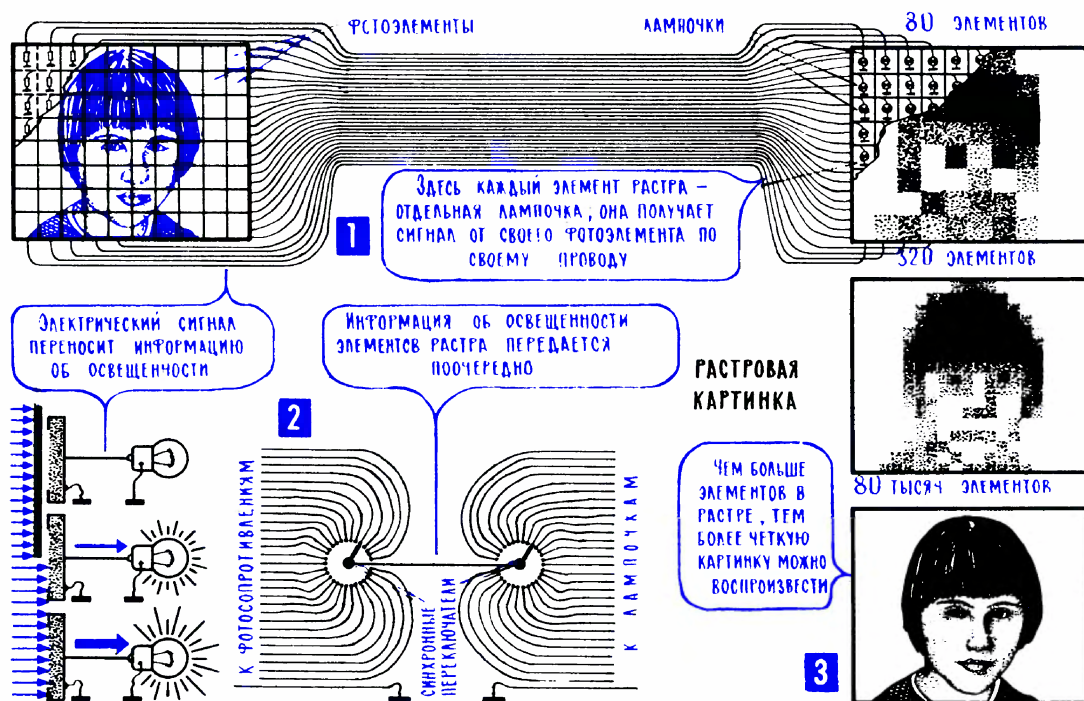
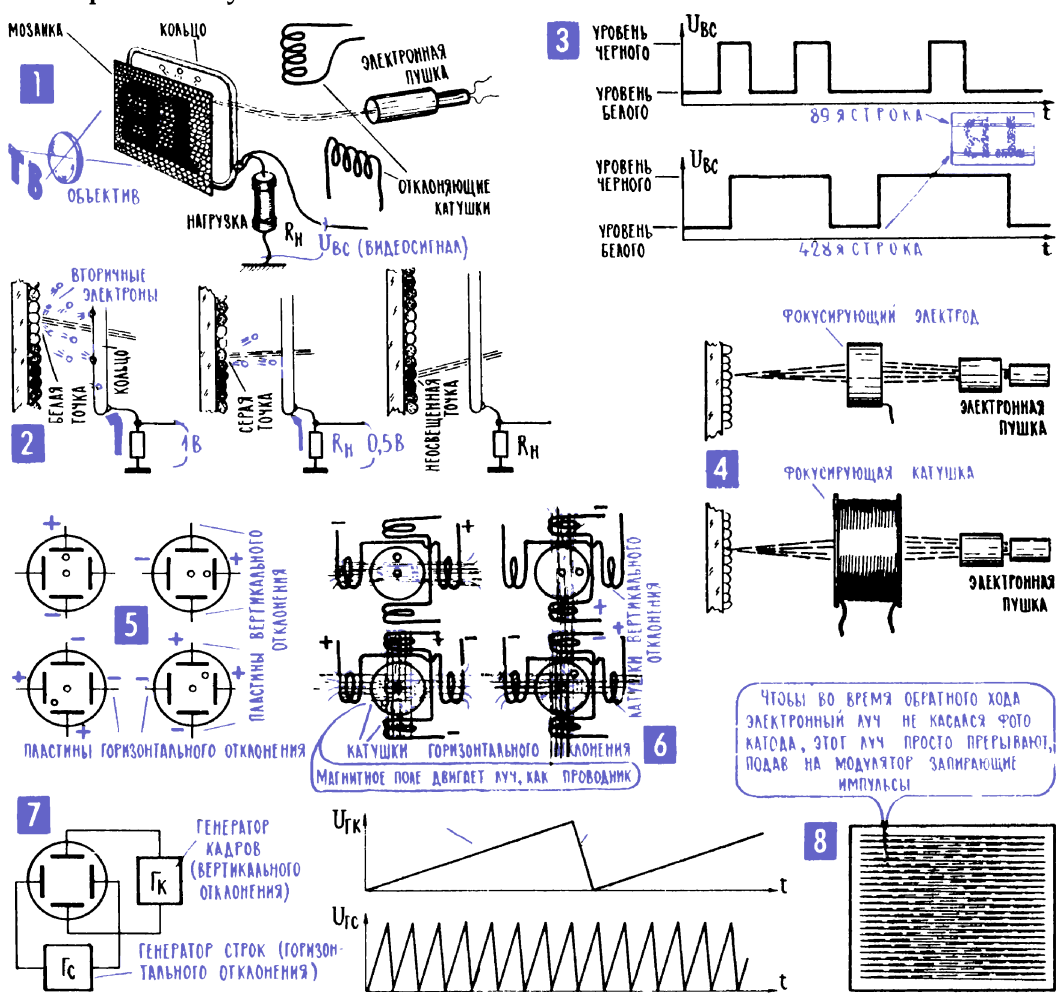

Рис. 13.6. Передача картинки с помощью электрического сигнала
Рис. 13.7. Простейшая передающая телевизионная трубка – иконоскоп
9. Любую картинку можно представить как набор точек с различной яркостью. Любую картинку, которую мы видим, можно представить себе как сложную мозаику из мельчайших светящихся точек, как некоторое количество отдельных источников света различной яркости, определенным образом расположенных в пространстве (рис. 13.6). И передать такую картинку на большое расстояние – это значит в месте приема заставить светиться такое же количество светоизлучателей с таким же точно расположением в пространстве и с такой же яркостью, как это было у самой передаваемой картинки. Забудем пока о цвете и объеме, попробуем в мысленном эксперименте создать систему передачи плоской черно-белой (точнее, одноцветной, монохромной) картинки.
Одно из решений задачи – система из светочувствительного экрана с большим числом фотоэлементов и светоизлучающего экрана с большим числом источников света, например лампочек (рис. 13.6; 1). Фотоэлементы и лампочки в строгом порядке расположены на своих экранах и соединены между собой попарно: каждая точка светочувствительного экрана соединена с точно такой по месту расположения точкой светоизлучающего экрана. Поэтому по каждой линии связи в виде электрического сигнала передается информация о яркости одной из точек картинки. А все комплекты фотоэлемент – линия связи – лампочка воссоздают на светоизлучающем экране точечную копию картинки, изображение, сотканное из отдельных светящихся точек, или, иначе, растровое изображение (в оптике растром называют решетку, разбивающую картинку на элементы).
Растровая копия истинной картинки будет тем точнее, тем четче, чем больше элементов в растре (рис. 13.6; 3). Человеческий глаз может видеть очень мелкие детали картинки, и чтобы ее копию сделать неотличимой от сложного и четкого оригинала, нужно было бы иметь растр из десятков миллионов точек.
10. Развертка изображения: элементы картинки передаются поочередно по одному каналу связи. В современных системах передачи изображения, таких как телевидение или фототелеграф, картинка передается по одной линии связи. Сама идея передачи картинки по одному проводу чрезвычайно проста: информация о яркости элементов изображения передается поочередно – сначала на приемном экране воссоздается яркость одной точки, затем другой, потом третьей и т. д. (рис. 13.6; 2). Для этого на передающей и на приемной сторонах имеются переключатели, коммутаторы, которые подключают к линии связи сначала одну пару фотоэлемент–лампочка, затем другую, потом третью, четвертую, пятую... В итоге в линию идет серия электрических сигналов, и каждый из них несет информацию о яркости одной из точек картинки. Чтобы такая система работала четко, необходимо выполнить два условия.
11. Передающая телевизионная трубка: большое количество фотоэлементов, поочередно включаемых электронным лучом. На рис. 13.7; 1 очень упрощенно показано устройство одной из разновидностей передающей телевизионной трубки – иконоскопа. Ее основа – мозаичный фотокатод, пластинка, покрытая мельчайшими светочувствительными серебряно-цезиевыми крупинками, каждая из которых фактически представляет собой микроскопический фотоэлемент. Картинка, которую нужно превратить в серию электрических сигналов, с помощью объектива проектируется на светочувствительную мозаику фотокатода. При этом каждая крупинка-фотоэлемент получает свою порцию света и, как полагается фотоэлементу, создает свою электродвижущую силу, пропорциональную освещенности: чем больше света падает на крупинку-фотоэлемент, тем большую ЭДС она вырабатывает. В итоге на фотокатоде создается невидимая электрическая картинка, повторяющая картинку световую. И острый электронный луч, двигаясь по фотокатоду от одной его точки к другой, прочерчивает всю эту электрическую картинку и поочередно подключает крупинки-фотоэлементы к нагрузке. А значит, по мере движения луча по резистору нагрузки R_n идет ток, в котором отражена освещенность той или иной точки фотокатода. То есть по мере движения электронного луча происходит развертка изображения, по нагрузке идут серии электрических сигналов. Последовательно, точку за точкой они описывают на электрическом языке картинку, которую нужно передать (рис. 13.6; 2).
Следующий цикл обработки электронного потока – фокусировка, собирание электронов в узкий луч, который сходится в точку на самом светочувствительном экране. Фокусировка бывает электростатическая и магнитная. В первом случае используется то, что электрон обладает отрицательным зарядом и его можно смещать в пространстве, действуя электрическим полем – «плюс» подтягивает электроны к себе, «минус» их отталкивает. Для электростатической фокусировки в трубку вводится еще один фокусирующий электрод (рис. 13.7; 4). На него подается некоторое постоянное напряжение, и оно вместе с напряжениями на других электродах так отклоняет движущиеся электроны, чтобы луч сфокусировался, сжался в точку в самой плоскости фотокатода.
В системах магнитной фокусировки используется то, что движущийся заряд обладает магнитным полем (гл. 5: 1), а значит, на него можно влиять внешним магнитным полем. Фокусирующая катушка расположена снаружи трубки, она изгибает траекторию электронов совсем не так, как фокусирующий электрод, но конечный результат получается таким же (рис. 13.7; 4). Точную фокусировку можно получить, меняя внешнее магнитное поле, то есть меняя ток в фокусирующей катушке.
Следующая операция – отклонение луча в пространстве, она также осуществляется с помощью электрических или магнитных полей. В телевизионных системах производится строчная развертка изображения; луч строку за строкой прочерчивает экран в горизонтальном направлении, постепенно смещаясь вниз. Чтобы перемещать электронный луч, достаточно иметь две системы отклонения – горизонтальную и вертикальную (рис. 13.7; 5, 6). Первую из них называют строчной разверткой, вторую – кадровой разверткой. В трубках с электростатическим отклонением имеются две пары пластин (рис. 13.7; 5); меняя напряжение, которое к ним прикладывается, можно перемещать луч вверх-вниз и влево-вправо. Точно так же магнитное отклонение луча осуществляется расположенными вне трубки отклоняющими катушками (рис. 13.7; 6): меняя в них ток, меняют и магнитное поле, отклоняющее электронный луч (см. рис. 5.6).
13. Генераторы кадровой и строчной развертки дают пилообразные напряжения разной частоты. Для отклонения луча в комплекте с трубкой согласованно работают два генератора – кадровый и строчный. Первый из них дает меняющееся напряжение, которое сравнительно медленно сдвигает луч сверху вниз, второй дает меняющееся напряжение, которое заставляет луч сравнительно быстро двигаться справа налево, прочерчивать строку за строкой. Чтобы луч двигался равномерно и всем точкам фотокатода уделял одинаковое внимание, задерживался на каждой из них одно и то же время, нужно, чтобы к отклоняющим пластинам подводилось пилообразное, то есть равномерно нарастающее, напряжение (рис. 13.7; 7).
14. Приемная трубка (кинескоп): электронный луч, пробегая по люминофорному экрану, создает в разных точках свечение различной яркости. Иконоскоп в принципе не изменил нашу первую систему преобразования световой картинке в электрические сигналы (рис. 13.6; 2); и в том, и в другом случае использовался один и тот же физический процесс, просто фотоэлементы перестали быть самостоятельными деталями, а превратились в мельчайшие светочувствительные точки на фотокатоде. Что же касается приемного светоизлучающего экрана, то здесь не отделаешься простым уменьшением лампочек накаливания.
16. С увеличением числа строк возрастает четкость картинки, однако одновременно сильно расширяется спектр телевизионного сигнала. Тот факт, что четкость изображения зависит от числа строк, не требует, по-видимому, особых пояснений: чем больше строк прочерчивает луч в иконоскопе, а значит, и в кинескопе, тем тоньше каждая строка и тем более мелкие детали картинки могут быть переданы (рис. 13.6). В разных странах существуют разные телевизионные стандарты, выбрано разное число строк телевизионного раstra. В Великобритании, например, 405 строк, в США и Канаде – 525 строк, во Франции – 819 строк. В Советском Союзе, Венгрии, Польше, ГДР, Чехословакии, Болгарии и многих других странах стандартом установлено разделение кадра на 625 строк.